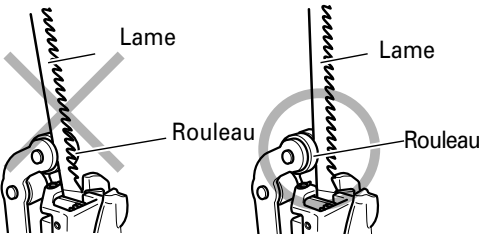

Fig. 8
- S'assurer que la lame est située dans la rainure du rouleau. (Fig. 8)